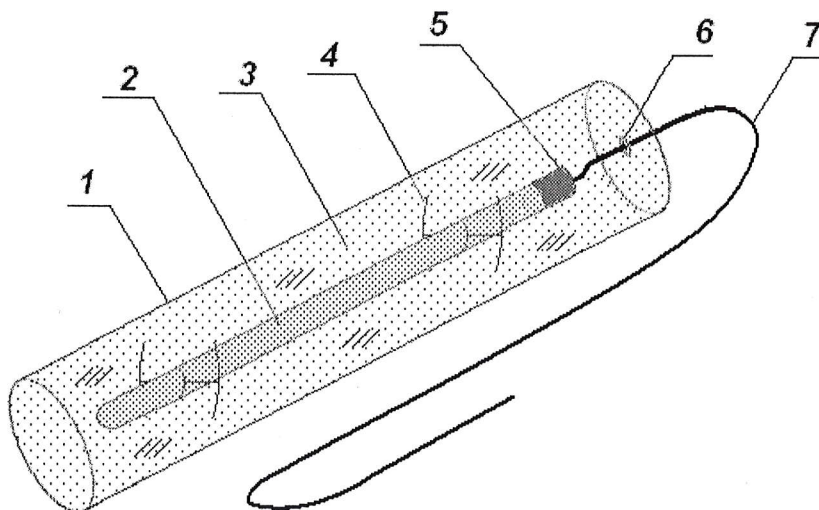

Рис. 1 Анодный заземлитель комплектный графитопластовый цилиндрический (АЗКГЦ).
2.1. Изделия представляют собой комплектные заземлители на основе материалов согласно (рис.1)